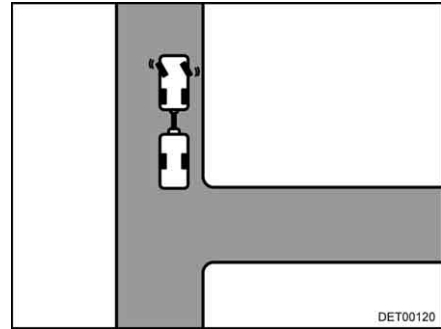

Fig. 13 Sterzare verso sinistra
- A rimorchio fermo sterzare verso sinistra (Fig. 13).